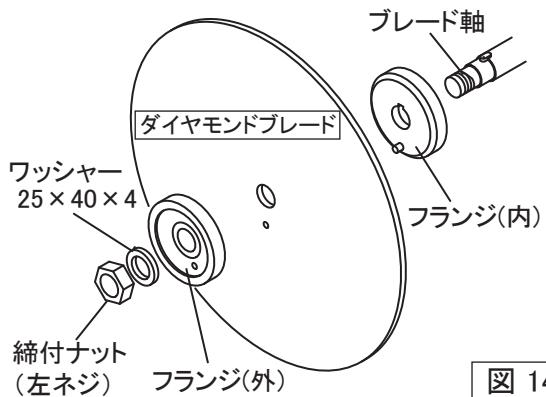

図 14
1. ブレード軸にフランジ(内)、ダイヤモンドブレード、フランジ(外)、ワッシャー $25 \times 40 \times 4$ の順に取り付け最後に締付ナット(左ネジ)で充分に締め付けてください。(図14)